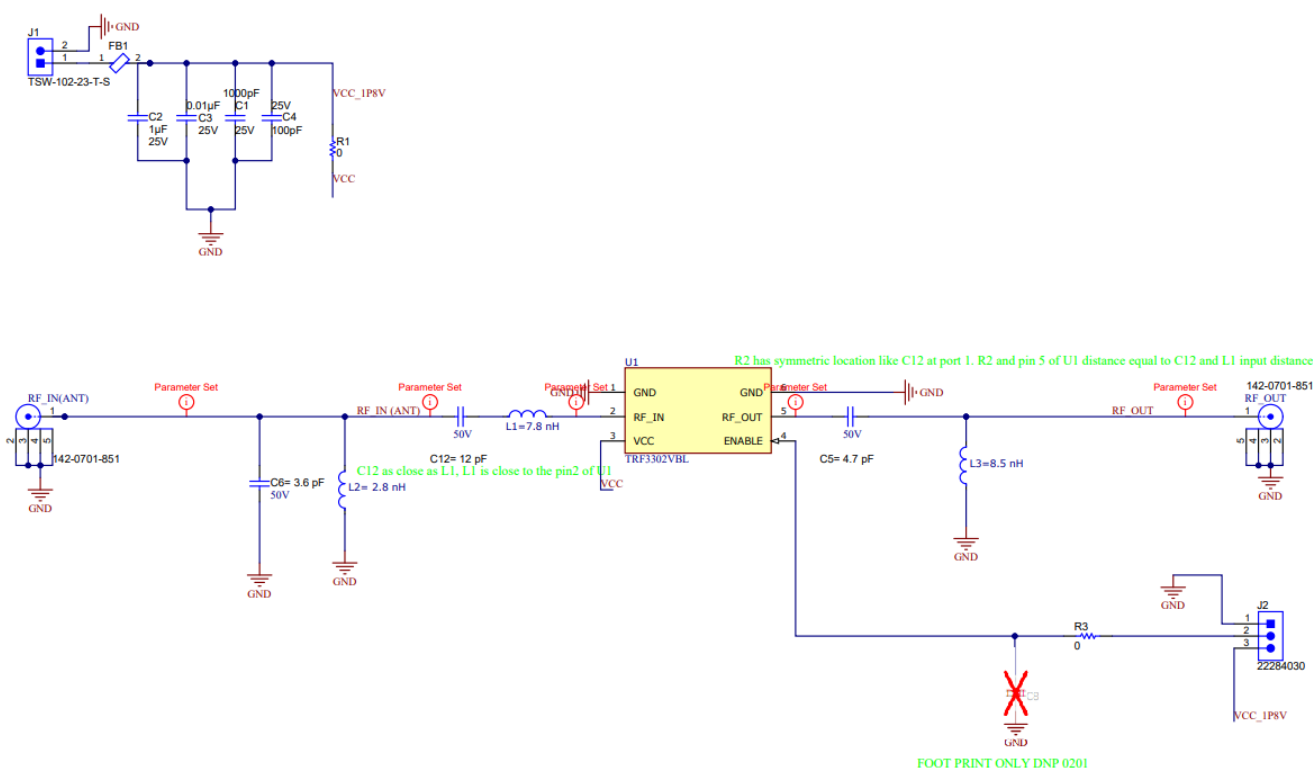

図 3-3. すべての GPS / GNSS バンドの TRF3302EVM 回路図
4. 1165 ~ 1630MHz (すべての GPS / GNSS バンド) にわたる性能を最適化するには、C6、C12、L1、L2 をそれぞれ 3.6pF、12pF、7.8nH、2.8nH に交換してください (図 3-3 を参照)。ゲイン平坦性を実現し、出力一致わずかに向上させるためには、R2 をコンデンサ値 4.7pF に置き換え、C5 をインダクタ値 8.5nH に置き換える必要があります。